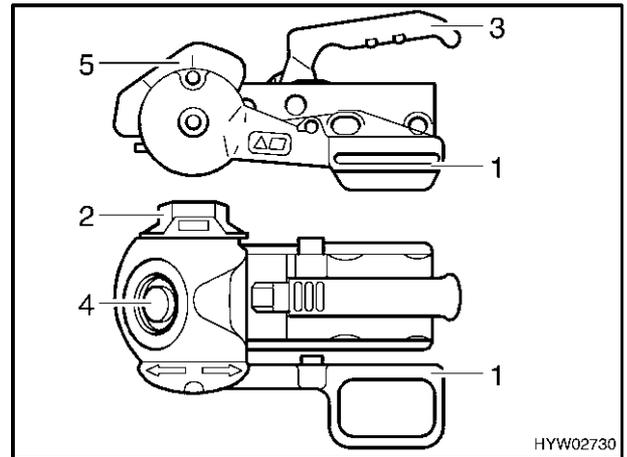

Bild 4 Sicherheitskupplung AKS 1300
- Stabilisierungshebel (Bild 4,1) in oberste Stellung bringen.
- Handrad (Bild 4,2) entgegen dem Uhrzeigersinn bis zum Anschlag in Offenstellung drehen.
- Kupplungsgriff (Bild 4,3) nach oben ziehen.
- Sichtkontrolle durchführen: Der grüne Punkt der Sicherheitsanzeige (Bild 4,4) muss sichtbar sein.
- Stabilisierungshebel nach unten drücken, bis die Markierung auf dem Stabilisierungshebel mit der des Stabilisierungsgehäuses (Bild 4,5) übereinstimmt.